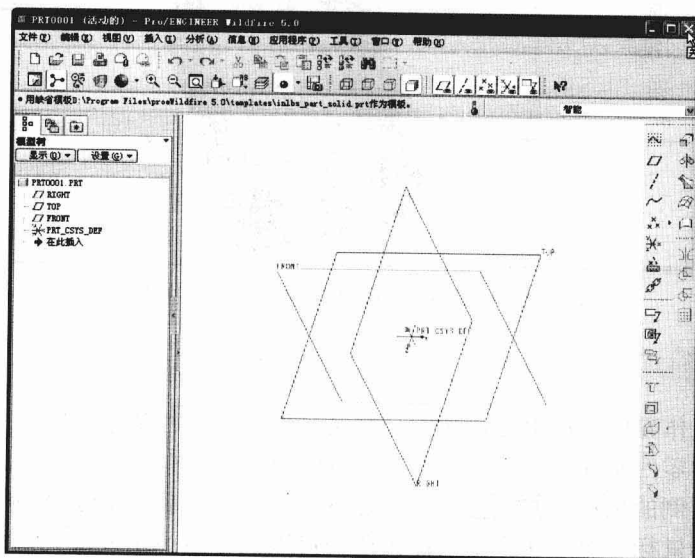

图 1-9 移动鼠标指针
**步骤①** 移动鼠标指针至“标题栏”右上角的“关闭”按钮处, 如图 1-9 所示。